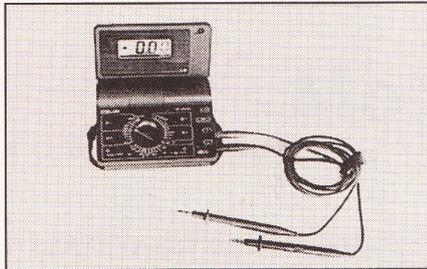

Fig. 4.123
V.A.G 1526 Multímetro (Fig. 4.123).